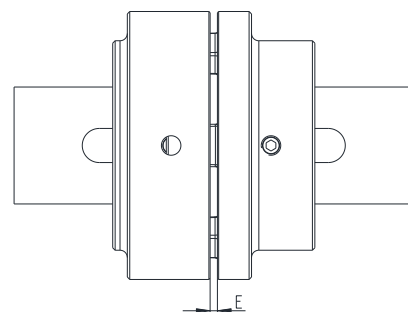

Bild 8: Kopplingsinbyggnad
- Förskjut aggregaten axiellt tills E-måttet uppnås (se bild 8).
- Om aggregaten redan är fast monterade, ska E-måttet ställas in genom axiell förskjutning av kuggkams- resp. fickdelen på axlarna (se bild 8).